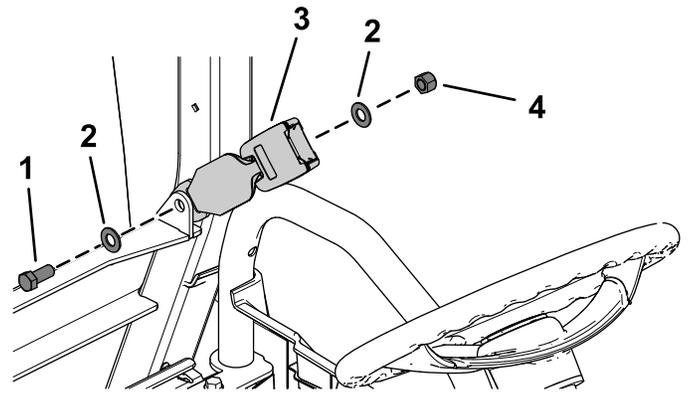

図 27
- 図 27 のように、シートラッチを取り付ける六角ヘッドボルト 7/16 x 1 インチ 1本、平ワッシャ 7/16 インチ 2枚、ロックナット 7/16 インチ 1個を使用する。